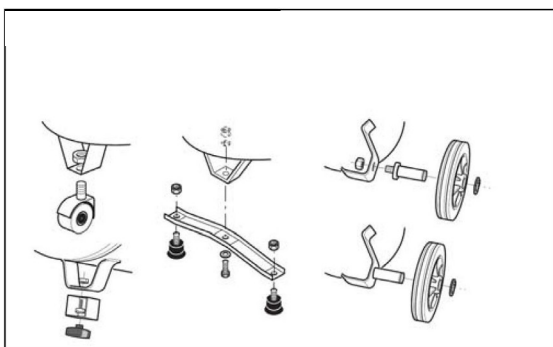

Fig. 3 : Installation des roues
Étape 3 : Installez d'abord les roues et/ou les protections contre les vibrations, si nécessaire (Fig. 3).